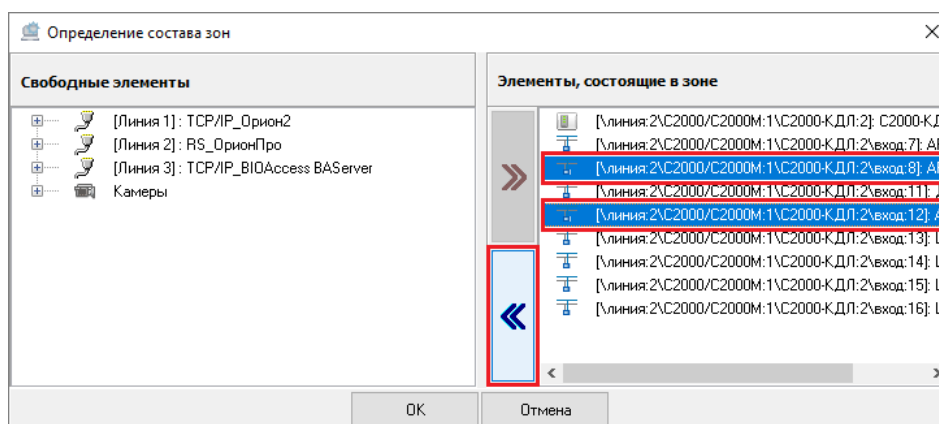

Рисунок 6-376 Удаление привязки объектов системы к системной зоне кнопкой переноса
- выделите один или несколько объектов системы в поле «Элементы, состоящие в зоне» (для выделения сразу нескольких объектов системы нажмите на клавиатуре и удерживайте клавишу <Shift> для выбора диапазона или клавишу <Ctrl> для комбинированного выбора) и нажмите кнопку переноса  (см. Рисунок 6-376);